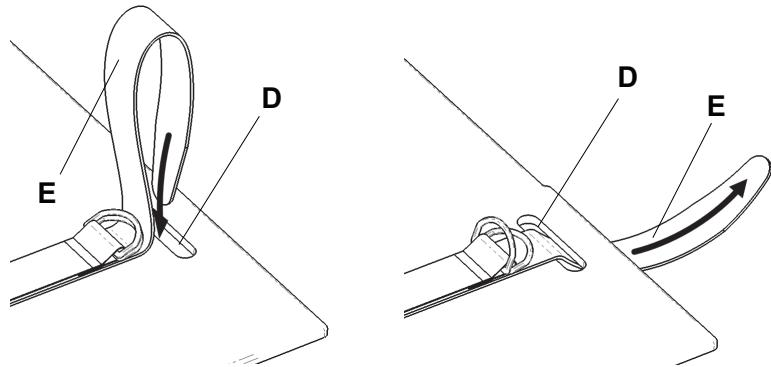

Abbildung 1 – Zuggurte einführen
8. Führen Sie den Haltegurt (E) durch die Öffnung der Rückenlehne (D) (Abbildung 1).